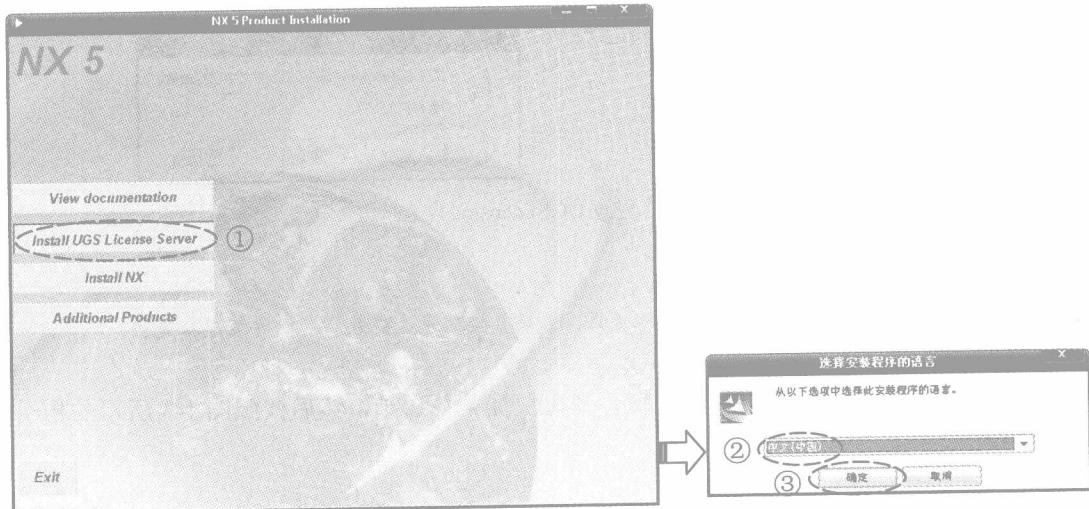

图 1-5 选择安装选项
(7) 单击 **打开(O)** 按钮后弹出『NX5 Product Installation』对话框，然后以图 1-5 所示的指引进行操作。